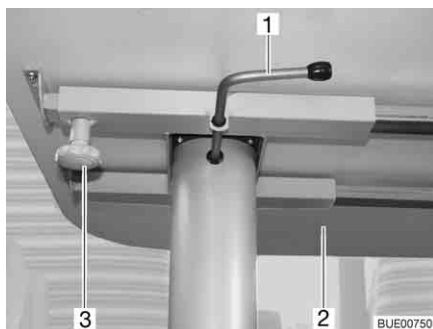

Bild 63 Lyftbord, förskjutningsbart
- Lossa den räfflade skruven (Bild 63,3).
- Skjut bordsskivan (Bild 63,2) till önskad position.
- Sväng låsarmen (Bild 63,1) åt vänster. Spärren till lyftmekanismen är öppen.
- Tryck ned bordsskivan (Bild 63,2) på mitten tills stoppläget nås, fortsatt sedan trycka emot bordsskivan.
- Sväng låsarmen (Bild 63,1) åt höger (Bild 63). Lyftmekanismen är låst.
- Sväng låsarmen (Bild 63,1) åt vänster. Spärren till lyftmekanismen är öppen. Bordsskivan åker till det övre stoppläget.
- Sväng låsarmen åt höger (Bild 63). Lyftmekanismen är låst.